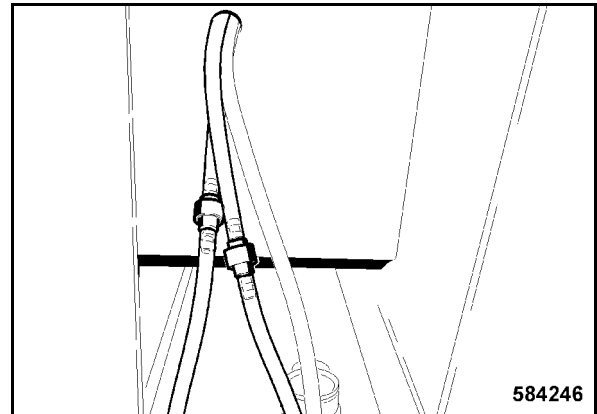

Fig. 258
- Encajar las mangueras para la alimentación del agua de lavado para el cristal frontal y trasero 1 (Fig. 258).